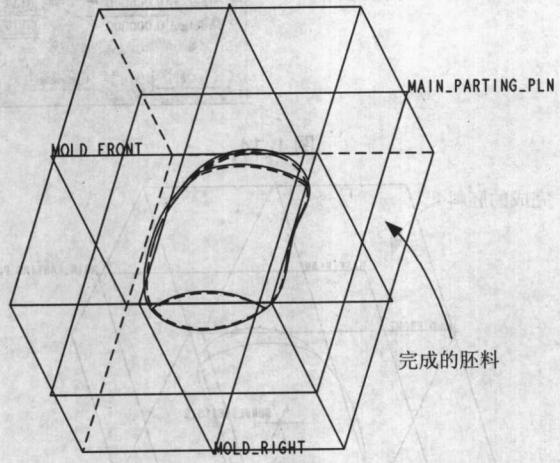

图 1.13
- [单击工具栏中视图名称列表的图标 , 再选 Default(缺省), 胚料如图 1.13 所示(注意: 胚料为绿色, 参考零件为白色)]